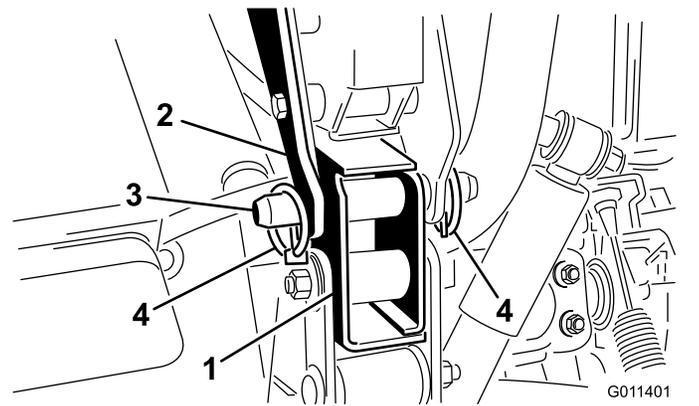

**Figure 7**
4. Fixez une entretoise de montage au sommet de chaque patte du cadre d'attelage à l'aide de la vis, des 2 rondelles plates et du contre-écrou retirés précédemment (Figure 7).
5. Placez la machine sur le cadre du véhicule en alignant les trous des supports de fixation arrière et les trous de chaque côté du cadre (Figure 7).